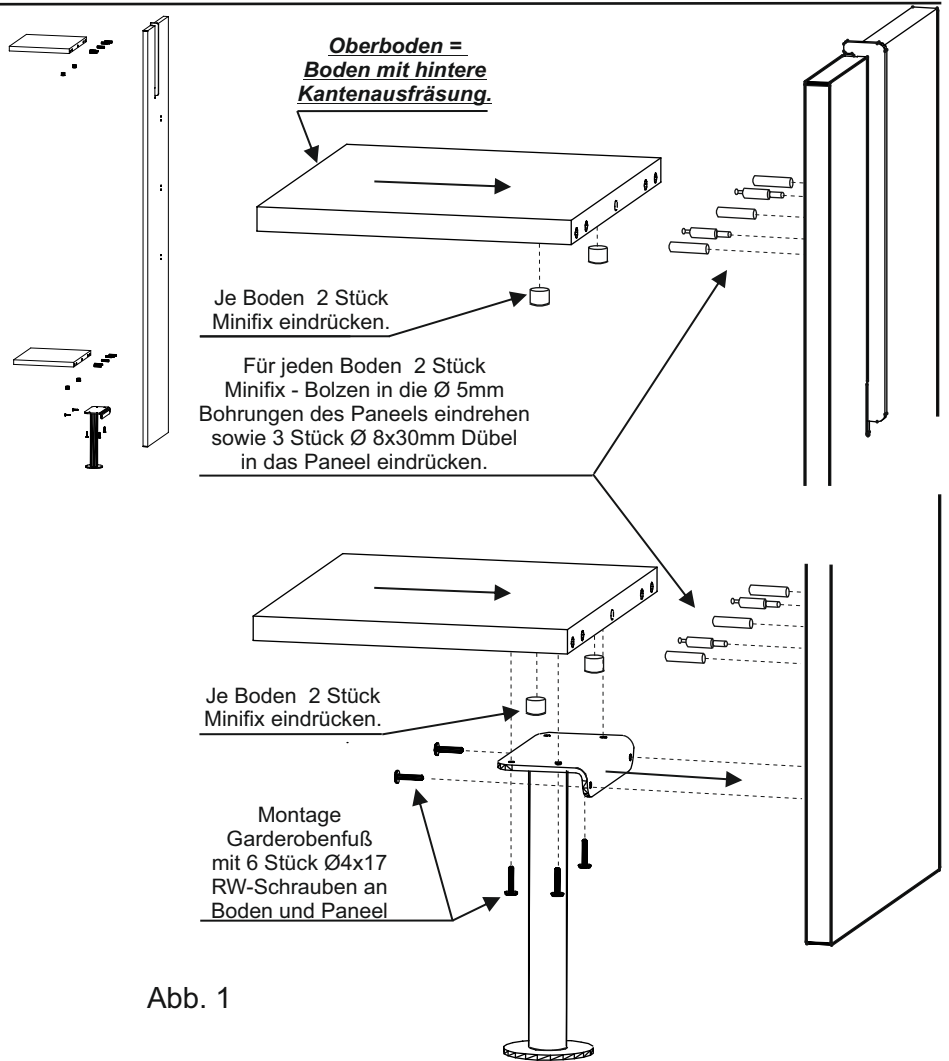

Abb. 1
- Drücken Sie die Minifix in die Böden. (Abb. 1)
- Schrauben Sie die Mini-Fix Bolzen rückseitig in das Paneel und drücken die Dübel hinein. (Abb. 1)
- Befestigen Sie den Garderobenfuß an den unteren Boden und das Paneel. Verwenden Sie hierzu die  $\text{\O}4 \times 17$  RW-Schrauben. (Abb. 1)